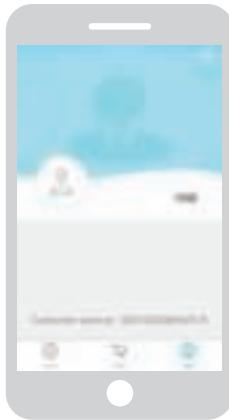

Figur 3 – Home-skjerm og Operation-skjerm
- 12 Operation: Åpner Operation-skjermen til roboten, se figur 3.